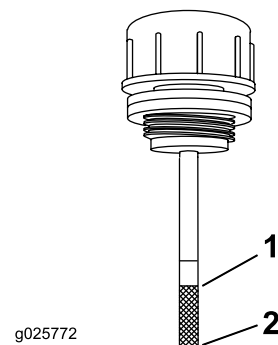

Figura 63
5. Limpie la zona alrededor de la varilla del depósito del sistema hidráulico (Figura 63).
6. Retire la varilla del depósito hidráulico (Figura 63).
8. Retire la varilla e inspeccione el extremo (Figura 63). Si el nivel de fluido está en la marca Add (añadir), vierta lentamente en el depósito hidráulico solo la cantidad de fluido necesaria para que el nivel llegue hasta la marca de Lleno.